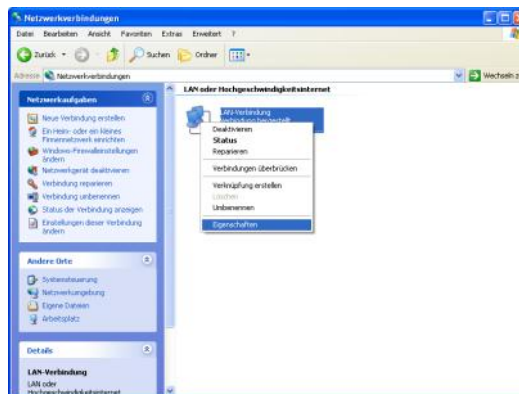

Bild 2
3. Die LAN-Verbindung auf dem Bildschirm mit der rechten Maustaste anwählen und 'Eigenschaften' anklicken. ( Bild 2)